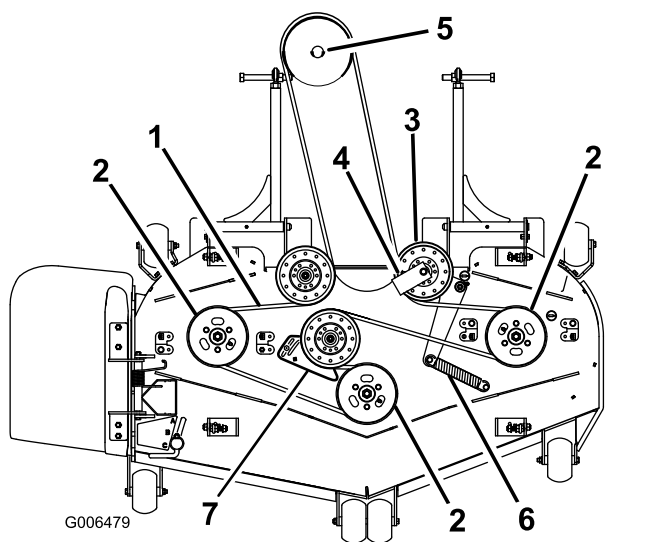
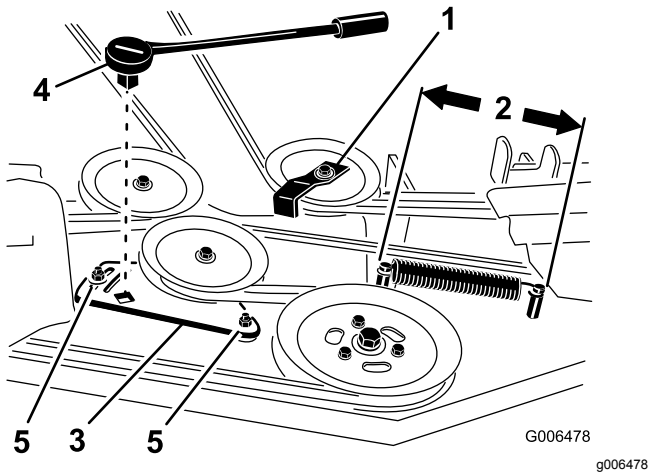

Figure 75
Figure 77
4. Pour les tabliers de 183 cm (72 po), desserrez les boulons de fixation de la plaque de la poulie de tension (Figure 77).
6. Enlevez le guide de courroie de la poulie de tension rappelée par ressort, comme montré à la Figure 75 et la Figure 77.
8. Acheminez la courroie neuve autour des poulies du tablier de coupe et de la poulie du boîtier d'engrenages, sous le moteur (Figure 75).
4. Mesurez la longueur du ressort (Figure 77). Si elle est comprise entre 10 et 26 cm (25,4 et 10¼ po), d'un ergot à l'autre, aucun réglage n'est nécessaire.
5. Desserrez les boulons de fixation de la plaque du bras de tension (Figure 77).
9. Montez le guide de courroie sur la poulie de tension rappelée par ressort à un angle de 45 degrés comme montré à la Figure 75 et la Figure 77. Serrez le boulon à un couple de 37 à 45 N·m (27 à 33 pi-lb).
10. Montez le ressort de la poulie de tension sur les 2 ergots (Figure 75 et Figure 77).
6. Insérez un manche à rochet ou une barre de levier dans le trou carré de la plaque pour régler la tension (Figure 77).
7. Tournez le manche à rochet ou la barre de levier pour déplacer la plaque jusqu'à ce que la longueur du ressort atteigne 25,4 à 26 cm (10 à 10-1/4 po) entre les ergots, comme montré à la Figure 77.
8. Tout en maintenant la courroie tendue, serrez les boulons de fixation de la plaque du bras de tension (Figure 77).